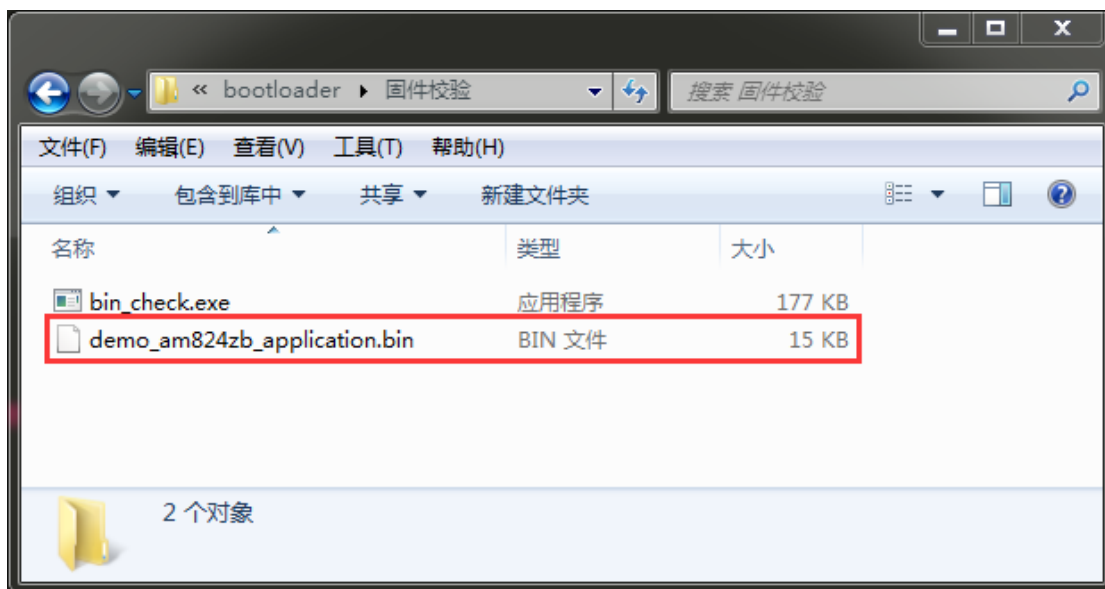

图 10: bin_check 工具拷贝
- 1、将 bin 文件和 bin_check.exe 工具拷贝至同一目录，如图 10 所示。